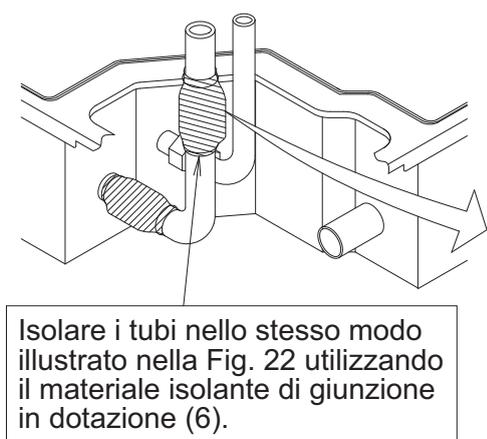

Fig. 23
- Avvolgere il materiale sigillante (Piccolo) (9) attorno al materiale isolante della guarnizione (6) (7).
- Assicurarsi di posizionare la giunzione del materiale di raccordo isolante (6) e (7) sulla parte superiore.
- Durante l'installazione della tubazione orientata verso l'alto e verso destra, utilizzare la tubazione a forma di L in dotazione, e isolare i 2 punti di collegamento. **(Fare riferimento alla Fig. 23, 24)**